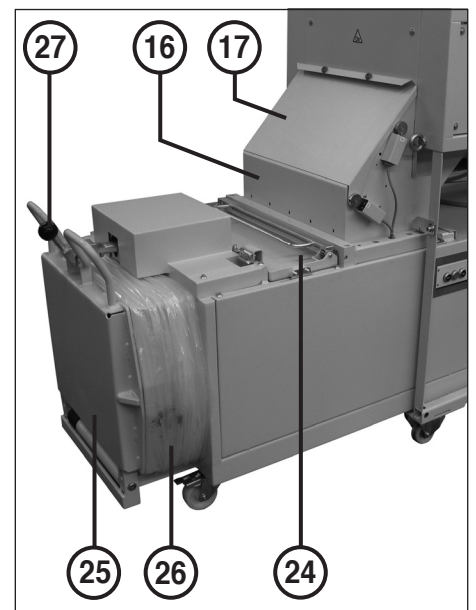

fig. 7
Pulsando este pulsador durante más de 2 segundos como mínimo, el punzón de prensado retrocede ligeramente y la palanca de cierre (27) (fig. 7) se desplaza ligeramente hacia delante (descarga de la presión en la compuerta de extracción). La compuerta de extracción (25) puede ser abierta. Esta medida es necesaria cuando el compactador mantiene prensado un fardo a expulsar.